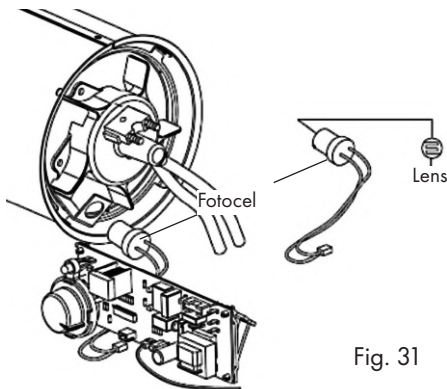

Fig. 31
- Verwijder eerst de bovenkap (2) en de luchtinlaat (15) om toegang te krijgen tot de branderkamer.
- Trek de fotocel naar buiten, zie Fig. 31